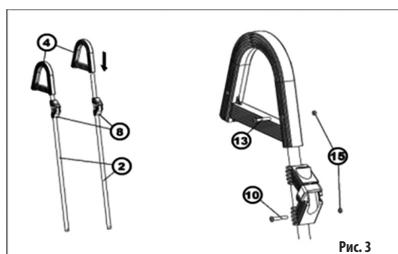

Рис. 3
На верхние концы собранных опорных ножек (2) наденьте пластиковые предохранительные держатели (8), а потом установите пластиковые дуги (4). Компоненты закрепите соответствующими болтами (10, 13, 15). (Рис. 3)